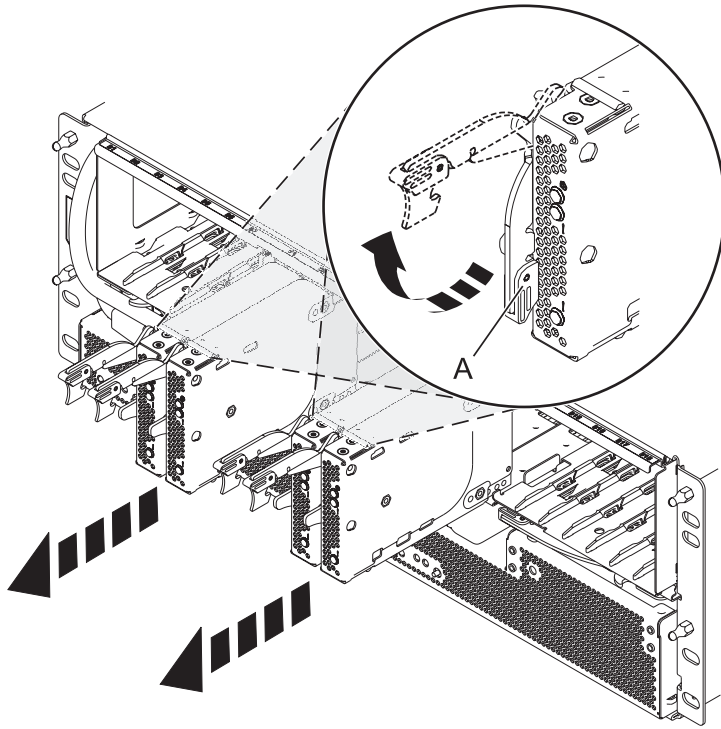

Figure 65. Retrait de la carte de port du fond de panier
5. Retirez les cartes de port et les obturateurs, comme illustré dans la figure 65, à la page 86.